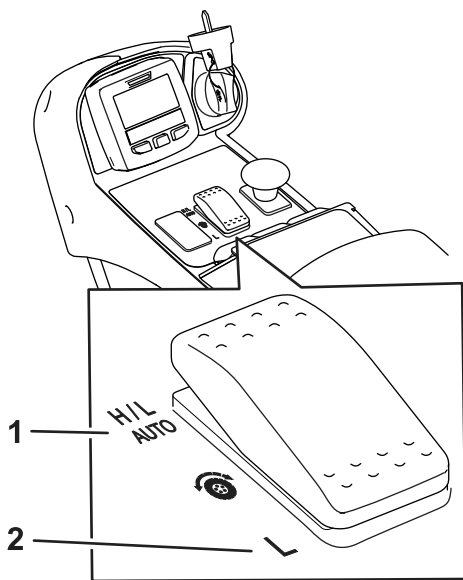
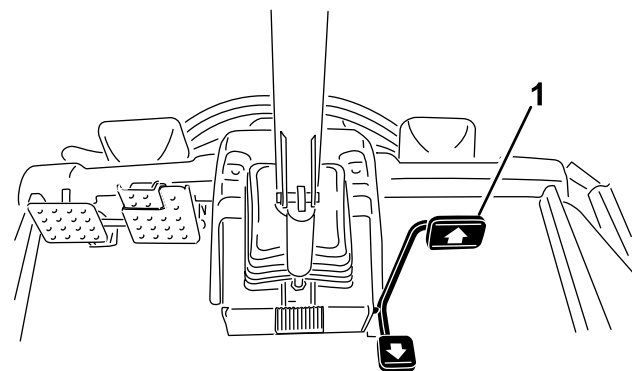

図 25
図 26
- このマシンは、通常の運転条件下では、速度レンジ設定を H/L AUTO にして使用することを前提にしております (図 25)。この設定で使用すると、移動走行しているか刈り込みをしているかをマシンが自動的に判別して高速レンジと低速レンジを自動的に使い分けます。
- Low 位置速度レンジスイッチ 図 25 の低速レンジ設定では、マシンは常に低速レンジで動作します。整備場内での移動、トレーラへの積み下ろし、急斜面の登り降りなど、大きな力が必要な場面でお使いいただくと便利です。
このマシンには、低速走行レンジと高速走行レンジという2つの速度レンジがあります。切り替えスイッチにより、以下のモードを選択することができます (図 25)
走行ペダルを一杯に踏み込んだ時の最大速度を設定することができます(図 26)。ローレンジ用とハイレンジ用に別々の最大速度を設定できます(図 25)。